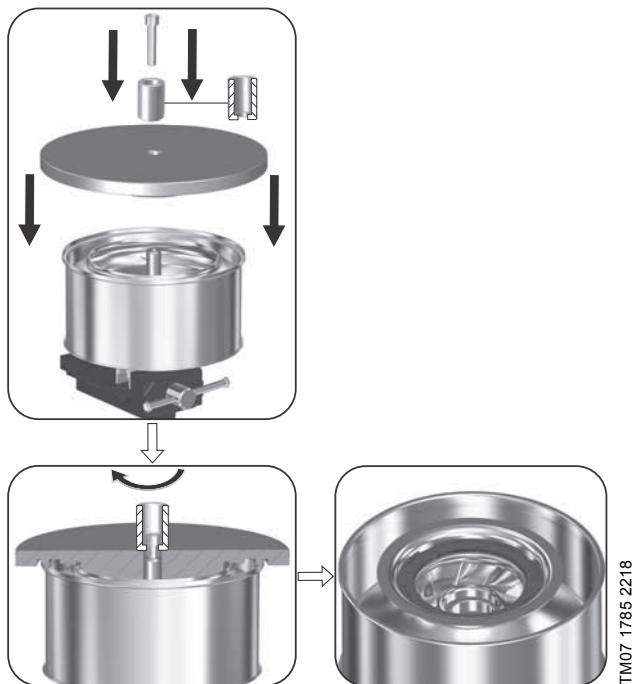

Рис. 33 Уплотнительное кольцо, стопор уплотнительного кольца и камера, установленные в приспособлении L.
5. Установите камеру (4 или 4а) или всасывающий узел (44) поверх уплотнительного кольца (45) и стопора уплотнительного кольца (65). См. рис. 33 и 34.
6. Установите верхнюю панель приспособления L поверх камеры или всасывающего узла и совместите до полного совпадения. См. рис. 33 и 34.
7. Установите и заверните распорную трубку в верхнюю панель приспособления L. См. рис. 33 и 34.